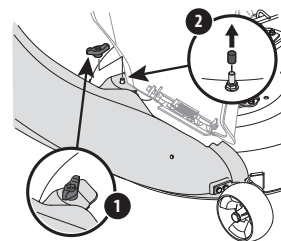

Figure 17
3. Fixez le coude de la goulotte au plateau de coupe avec un écrou papillon (720-04122) de l'ensemble de quincaillerie 689-02364. Voir Figure 17.
NOTE : Retirez le capuchon protecteur (si présent) du goujon de montage sur le plateau de coupe. Voir Figure 17.